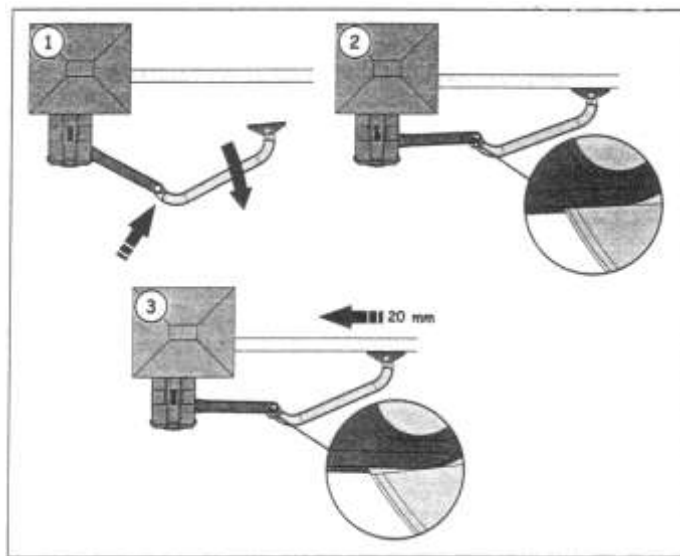

Рис. 11
- Распрямите рычаг до упора поз. 2 рис. 11, двигая его центральную часть к створке поз. 1;
- Сдвиньте передний кронштейн по створке к приводу на расстояние около 20 мм. См. поз.3 рис. 11;
- Переместите створку в ручную в позицию закрыто, убедитесь что рычаги не находятся в положении поз. 2 рис.11;